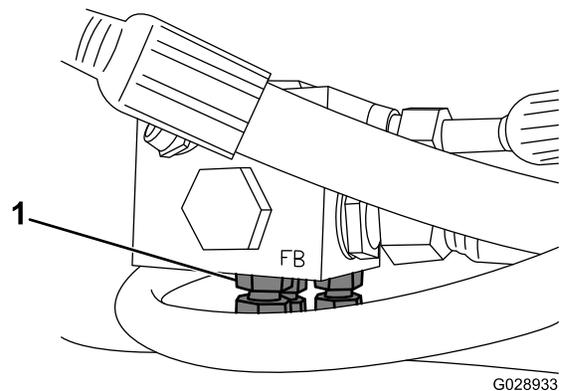

Figura 1
3. Desconecte las mangueras de 1/4" de los motores de los cabezales de corte central, derecho e izquierdo de la parte inferior del colector de retorno (Figura 1).